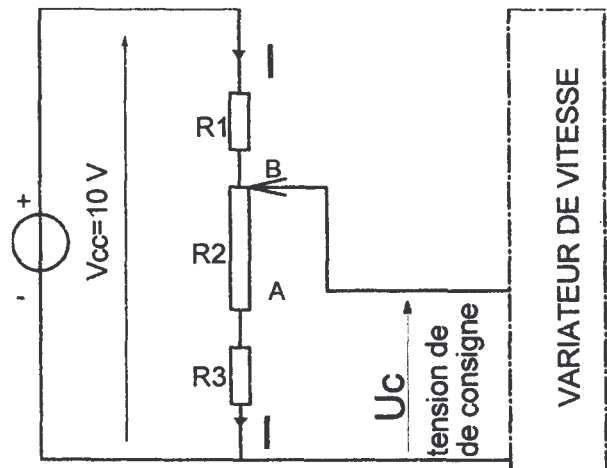

Figure 3
1.4 On souhaite régler la vitesse du moteur à 1400 tr/min lorsque le curseur est en B (figure 3). Calculer la tension U_c , en déduire la valeur des résistances R_2 et R_1 .